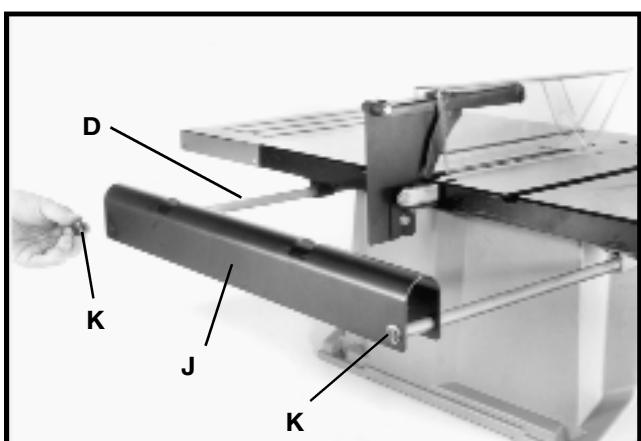

Fig. 32
4. Fije el soporte de avance de salida (J), Fig. 32, a las varillas (D) con dos tornillos de cabeza hexagonal 1/4-20 x 1/2" y arandelas planas de 6,35 mm (1/4") (K) como se muestra.